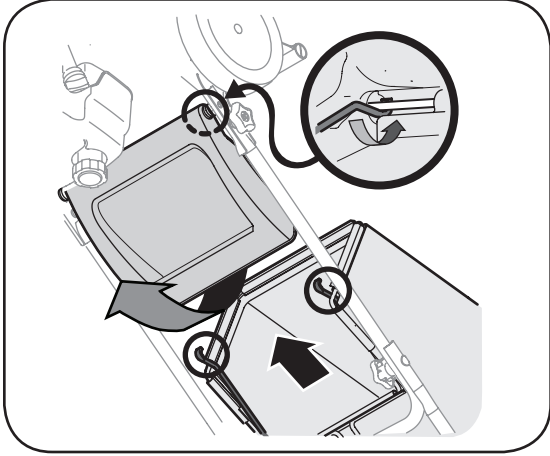

Figure 3-6
- b. Placez le sac à herbe sur la tige de pivotement. Lâchez le clapet pour qu'il repose sur le sac à herbe. Voir la Figure 3-6.